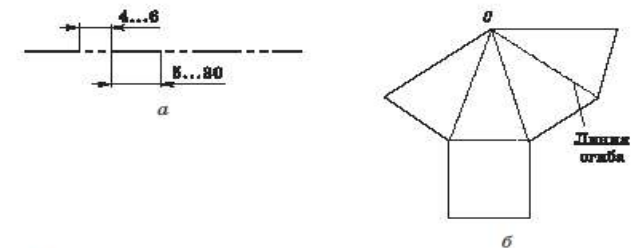

Рис. 1.16. Штрихпунктирная линия с двумя точками (а) и её применение на развёртке (б)
6. Штрихпунктирная линия с двумя точками (рис. 1.16)
4. Рассмотрите рисунок 1.16, б. Что получится, если сложить развёртку?